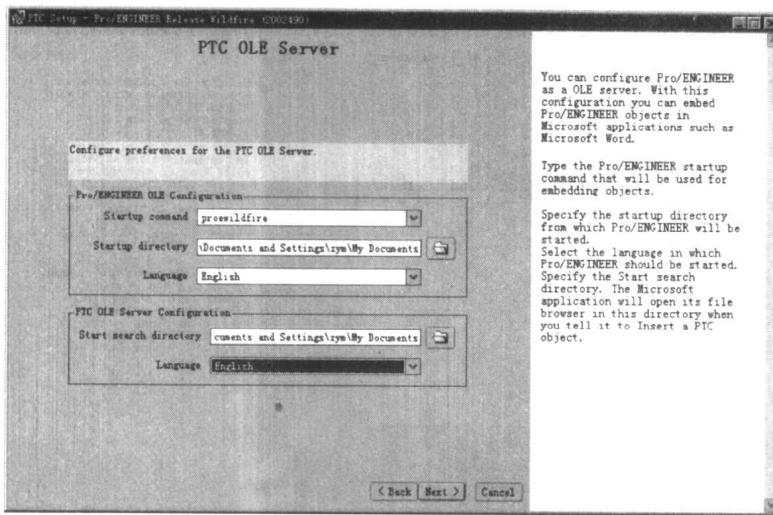

图 1.8 对象链接和嵌入环境设置
(8) 在如图 1.8 所示的界面中设置对象链接和嵌入环境。
如图 1.8 所示的界面中分为两部分。首先是对 Pro/ENGINEER Wildfire 启动环境的设置，这里包括启动命令的指定、默认启动目录的选择和语言的选择；其次是对 PTC 对象链接和嵌入服务器的设置，包括默认搜索目录和环境语言。设置情况见图 1.8，设置完毕之后单击“Next”按钮，进入下一步安装界面。